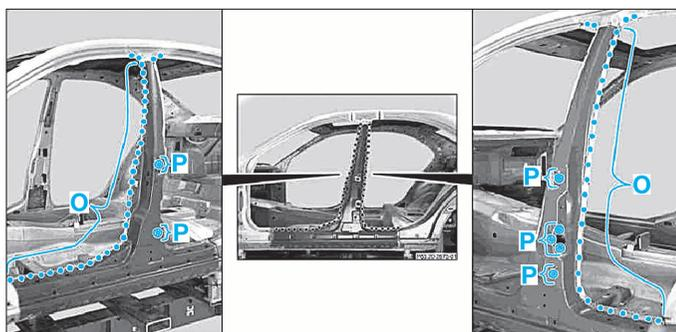

FIG. 74
- Souder à la pointeuse électrique par résistance par points l'élément latéral de pavillon zone (N).
- Souder à la pointeuse électrique par résistance par points le pied milieu zone (O) (Fig.74).
- Souder par point bouchon le pied milieu sur son renfort zone (P).